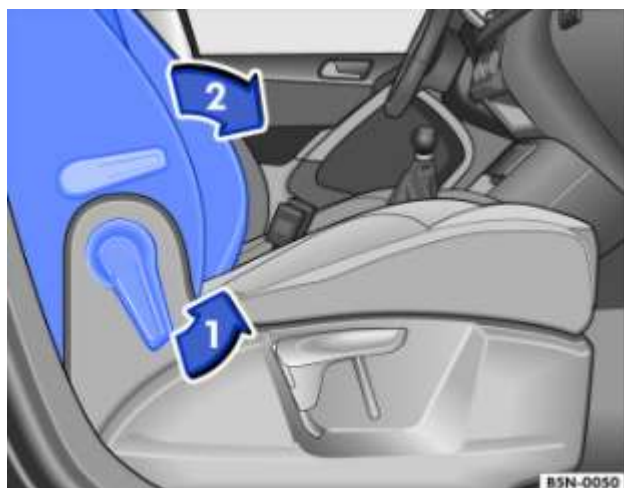

Fig. 72 Siège du passager avant : basculement du dossier vers l'avant
- Déverrouillez le dossier de siège du passager avant dans le sens de la flèche → Fig. 72 ①.
- Basculez vers l'avant le dossier de siège du passager avant dans le sens de la flèche → Fig. 72 ②. Le dossier de siège du passager avant doit s'encliqueter correctement dans la position basculée.
- Pour relever le dossier du siège du passager avant, déverrouillez-le de nouveau → Fig. 72 ①.